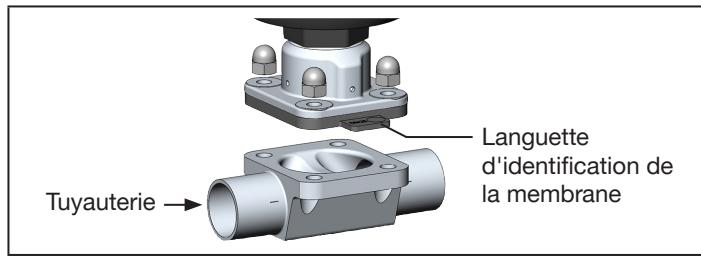

Fig. 14 : Ajuster la membrane (exemple corps 2 voies)
- Ajuster la membrane. La languette d'identification de la membrane doit dépasser du corps de vanne en angle droit par rapport à l'axe longitudinal de la tuyauterie (voir « Fig. 14 »).